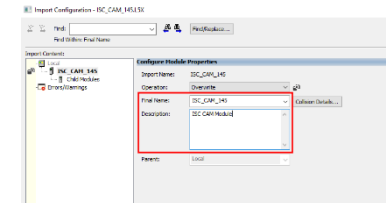

Figure 29: Import Configuration – GED_ISC_CAM_v2.L5K
12. 一个“导入配置 - GED_ISC_CAM_v2.L5K”窗口会被打开。如果您希望更改项目名称和描述，不使用默认项，则可进行更新，然后点击“确定”，见图 29。